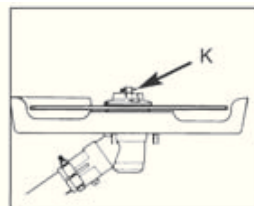

Рис. 7Д
2. Удалите три винта (H). Удалите юбку (A). Используйте спицу (В), чтобы предотвратить поворот юбки при снятии триммерной головки (вращайте ПО ЧАСОВОЙ СТРЕЛКЕ) (рис. 7Б).